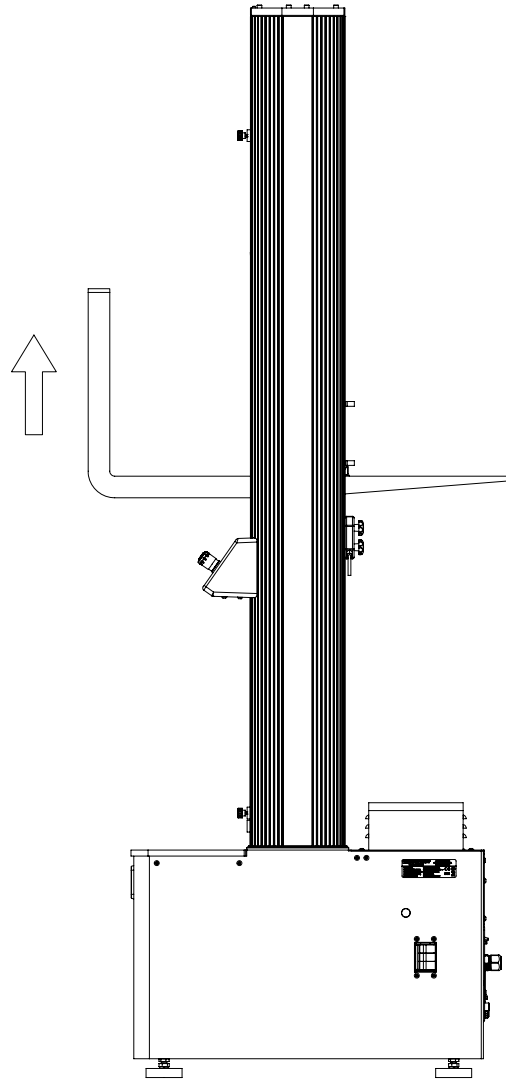

Abbildung 22. Anheben des Prüfrahmens an der Traverse
1. Polstern Sie die Gabel oder die Traverse, um die Traverse zu schützen, und fahren Sie die Gabeln vorsichtig zwischen den Säulen unter die Traverse. Siehe Abbildung 22 auf Seite 74.